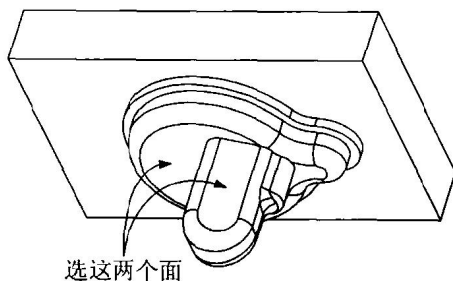

图 1.26
- [选如图 1.26 所示的两个曲面] → [输入圆角半径: 2]